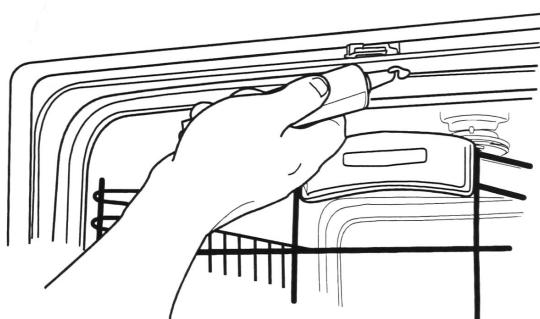

FIGURE 2
1. Commencer au sommet/au centre; appliquer une coulée de 1/8 po d'adhésif le long du profilé de pose au sommet et sur le côté gauche, puis le long du profilé de pose au sommet et sur le côté droit. Voir figure 2.